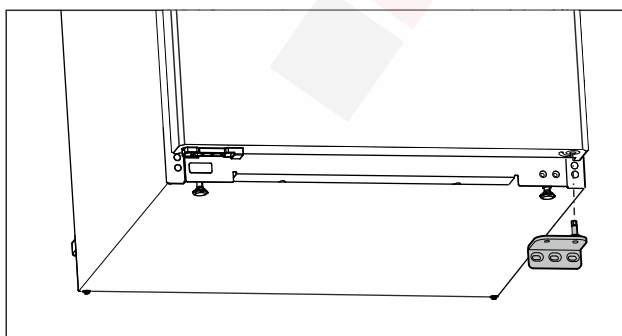

Fig. 12
- Vegye le lefelé a csapágybakot. (lásd Fig. 12)